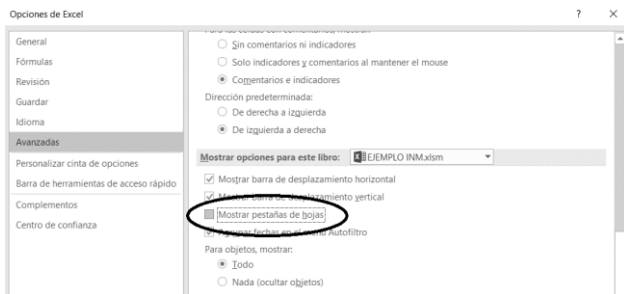

Figura 13.
Paso 8: Oculte las hojas del proyecto. Primero active la hoja que se nombró como "MENU" y siga la siguiente ruta y desmarque la casilla que dice mostrar pestañas de hojas: Archivo/Opciones/Avanzadas/Mostrar opciones para este libro/Mostrar pestañas de hojas. Ver figura 13.